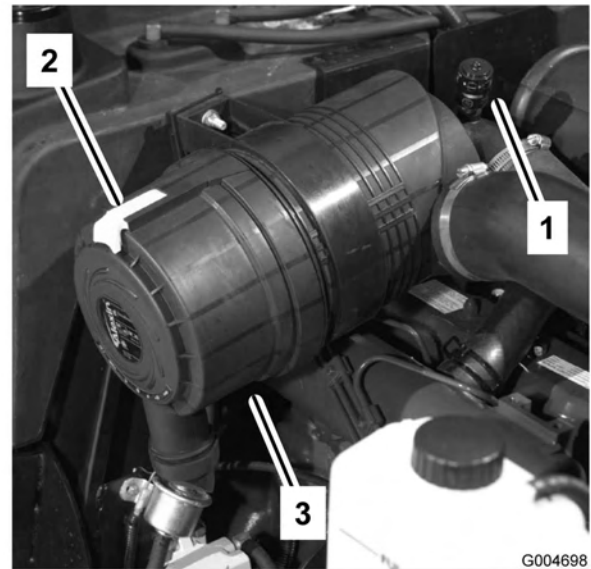

Bild 46
1. Ziehen Sie den Riegel nach außen und drehen Sie die Luftfilterabdeckung nach links (Bild 46).
7. Setzen Sie die Abdeckung ein, richten Sie das Gummiablassventil (Bild 46) nach unten, ungefähr zwischen 17.00 und 19.00 Uhr (vom Ende her gesehen). Befestigen Sie den Riegel.